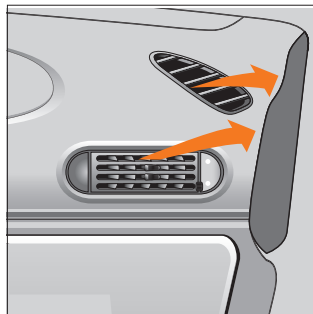

Рис. 57. Сопла обдува стёкол передних дверей
**Сопла обдува стёкол передних дверей** (рис. 57).